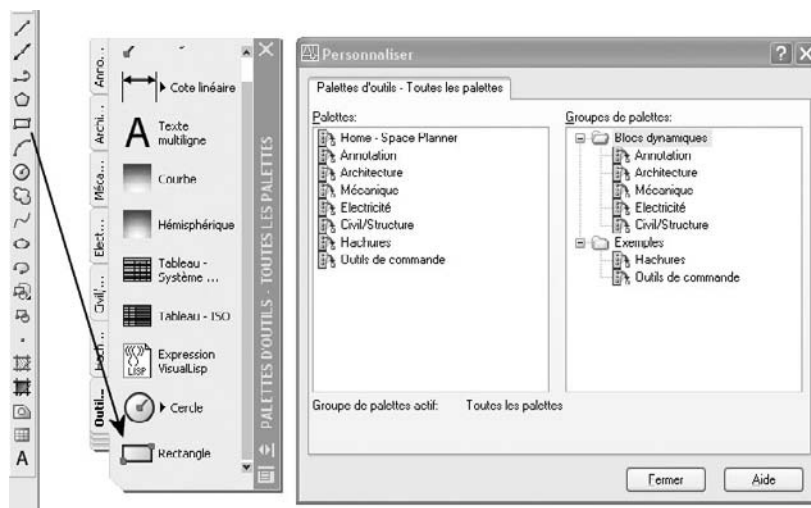

Fig.1.30
- ▶ Il est également possible de glisser une commande d'une barre d'outils vers la palette. Pour cela il suffit d'effectuer un clic droit dans une zone vide de la palette, de sélectionner l'option **Personnaliser** dans le menu contextuel, puis de glisser la commande de la barre d'outils vers la palette (fig.1.30). La boîte de dialogue **Personnaliser** doit être ouverte mais n'est pas utilisée.